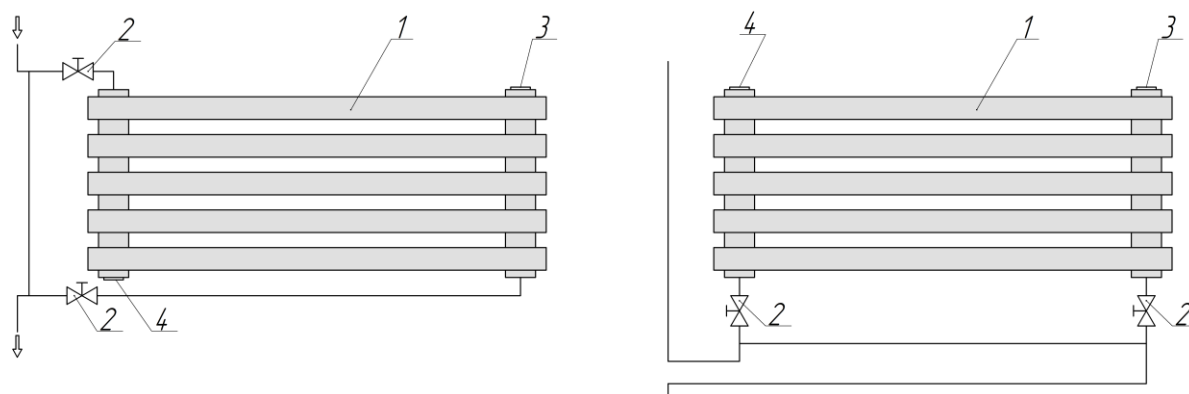
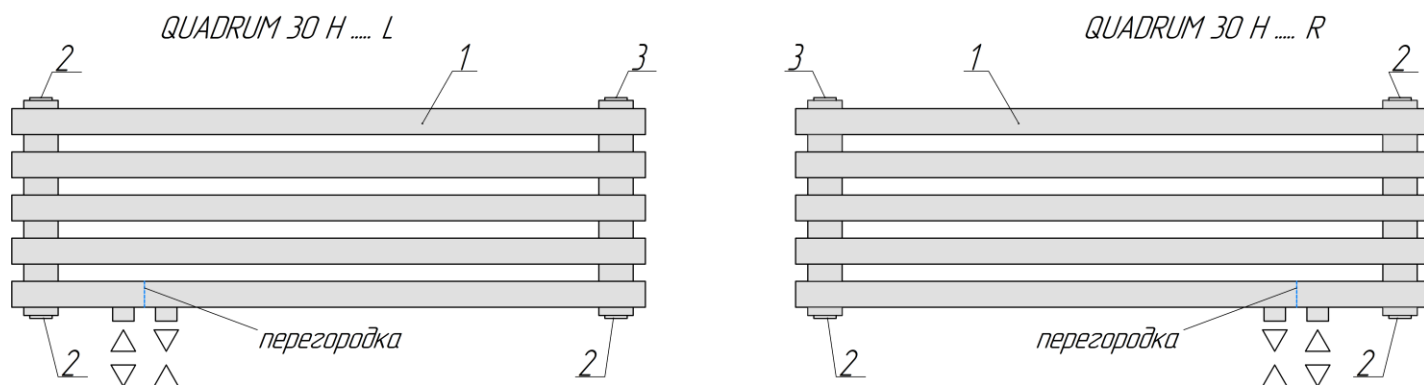

Рис.2 1. Радиатор. 2. Вентиль (кран). 3. Кран-воздухоотводчик. 4. Пробка глухая.
Рис. 4 1. Радиатор. 2. Пробка глухая. 3. Кран-воздухоотводчик.
2.2. Радиаторы «QUADRUM 30 Н» выпускаются с разнесенным (седлообразным) нижним или диагональным подключением (рис.2, 3), либо (для моделей «QUADRUM 30 Н ...R...» и «QUADRUM 30 Н ...L...») с правосторонним или левосторонним нижним подключением с межосевым расстоянием 50мм (рис.4).
5.7. Схема разнесенного (седлообразного) подключения радиатора к однотрубной системе (рис.2):